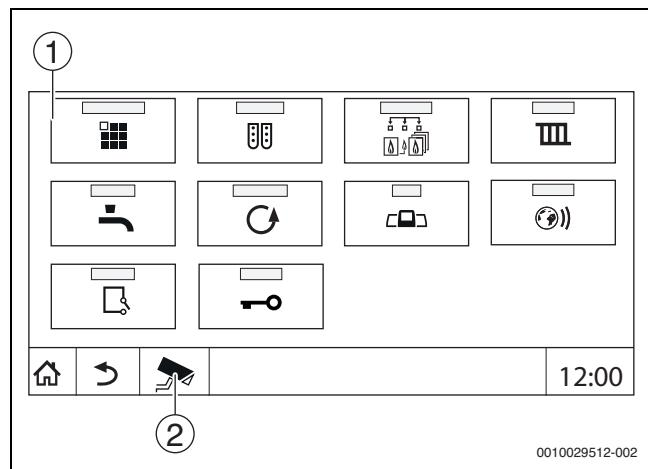

Рис. 19 Сервисное меню (пример)
- В **сервисное меню** с помощью символов (→ рис. 19, [1]) можно выполнить настройки теплогенератора и установки. С помощью символа (→ рис. 19, [2]) отображаются **Монитор-параметры**.